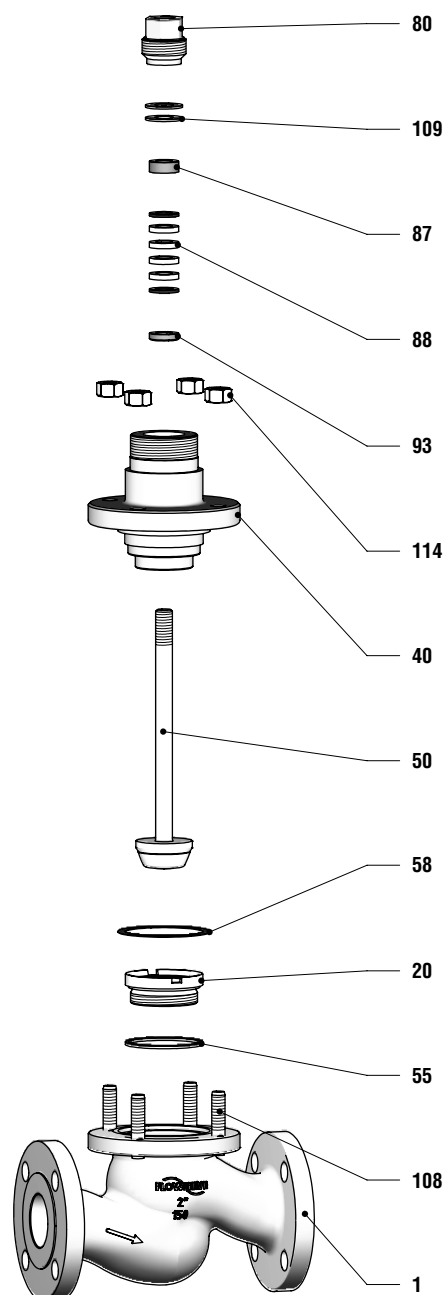

Abbildung 9: Zerlegen / Zusammenbau
1. Sechskantmuttern (114) gegen Uhrzeigersinn lösen (siehe Abbildung 9: Zerlegen / Zusammenbau).
2. Gewindestopfbuchse (80) gegen Uhrzeigersinn lösen.
3. Tellerfedern (109) entnehmen.
4. Obere Spindelführung (87) entnehmen.
5. Ringmutter (siehe Abschnitt 16: Sonderwerkzeuge) auf die Spindel (50) aufschrauben und Aufsatz / Spindel vorsichtig aus dem Gehäuse heben.